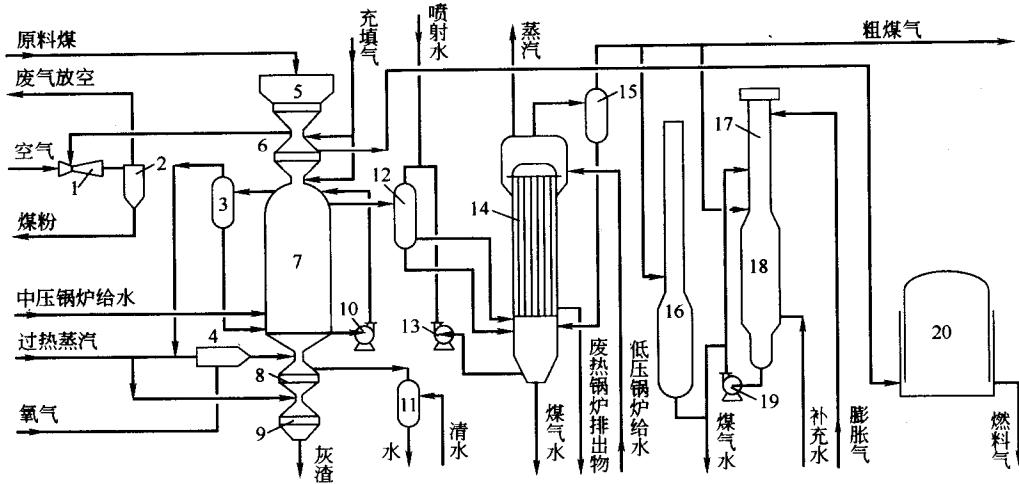

图 2-1-8 固定层加压连续气化工艺流程
(2) 碎煤固定层连续气化工艺流程 我国以半无烟煤为原料的大型氨厂，所用固定层加压连续气化工艺流程，也称为加压鲁奇气化法，该流程如图 2-1-8 所示。